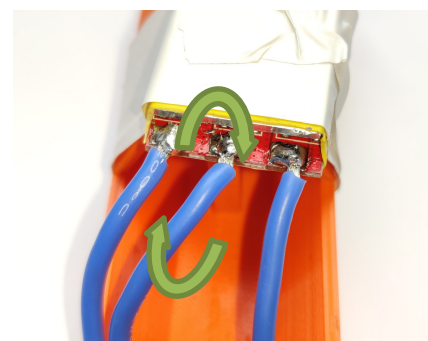

Abb. 69 ESC bei falscher Drehrichtung
8. Wenn die ESCs konfiguriert sind, muss die Drehrichtung der Motoren überprüft werden. Gegenüberliegende Motoren **müssen** in dieselbe Richtung drehen. Benachbarte Motoren müssen sich entsprechend gegengleich drehen. Wenn das nicht der Fall ist, müssen beim ESC zwei Kabel vertauscht werden (siehe Abb. 69).